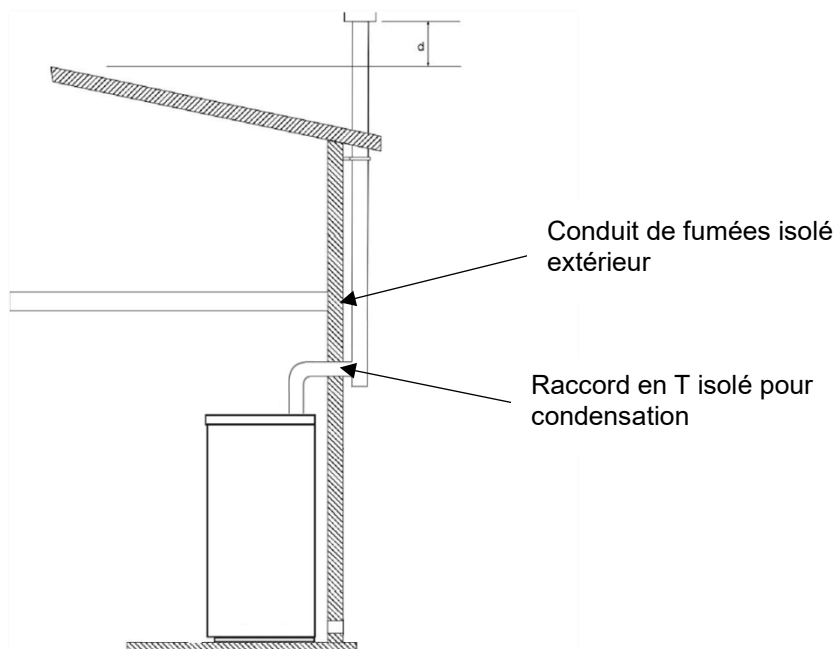

Fig. 11
- Il doit être équipé d'un terminal de cheminée anti-vent et respecter la distance "d" par rapport au sommet du bâtiment selon les indications figurant dans 1.2. La solution à adopter dans le cas où l'on souhaite utiliser un conduit d'évacuation des fumées extérieur est représentée sur la fig.11.